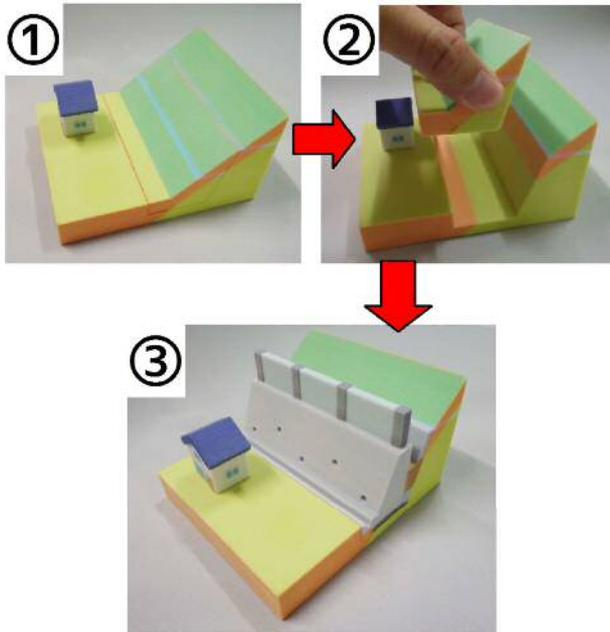

図4 擁壁工の工事段階の説明
工程の多い工事を説明するには、時系列での表現が分かりやすい。図4は、擁壁工事を工事段階ごとに示したものである。①現況地形から、②切土工事を行い、その後③擁壁工を設置するといった工事の流れが説明できる。